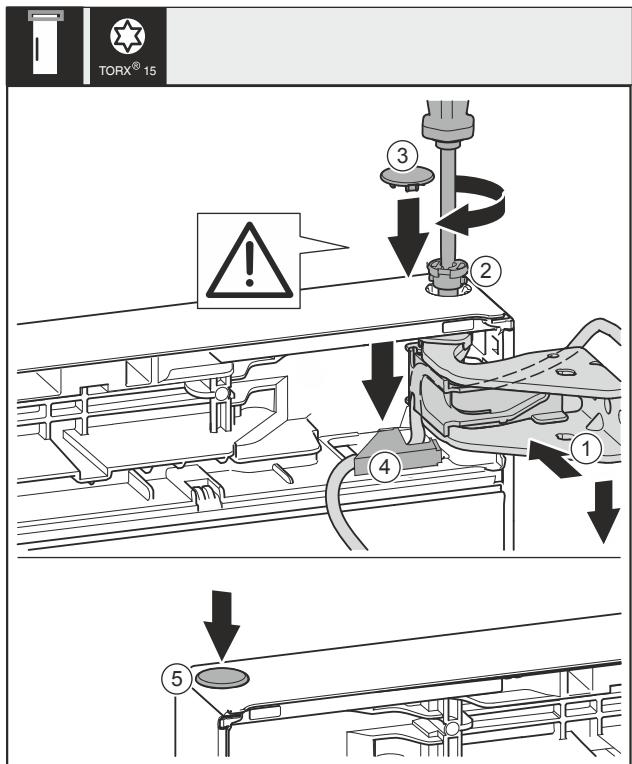

Fig. 38
- Tür oben zur Öffnung im Lagerbock Fig. 38 (1) ausrichten.
- Bolzen Fig. 38 (2) einsetzen und mit Schraubendreher festschrauben.
- Sicherungsabdeckung zur Sicherung der Tür montieren: Sicherungsabdeckung Fig. 38 (3) einsetzen und kontrollieren ob sie auf der Tür aufliegt. Ansonsten Bolzen vollständig einsetzen.
- Abdeckung Fig. 38 (4) einsetzen und nach unten drücken bis sie einrastet.
- Stopfen Fig. 38 (5) einsetzen.